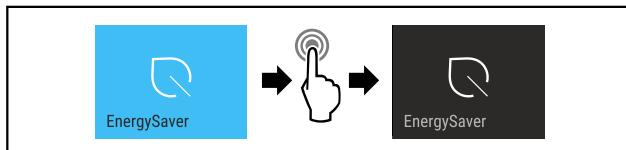

Fig. 15
- Провести етапи операцій (див. Fig. 15).